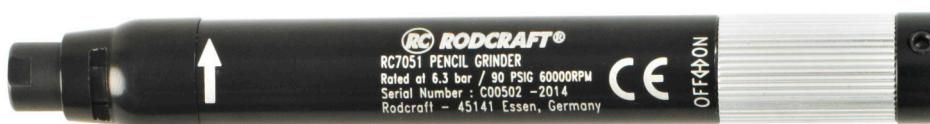

Fig. 02:
- Siehe Bild. 02 zum Starten / Stoppen der Maschine
- See Fig. 02 to start / stop the machine